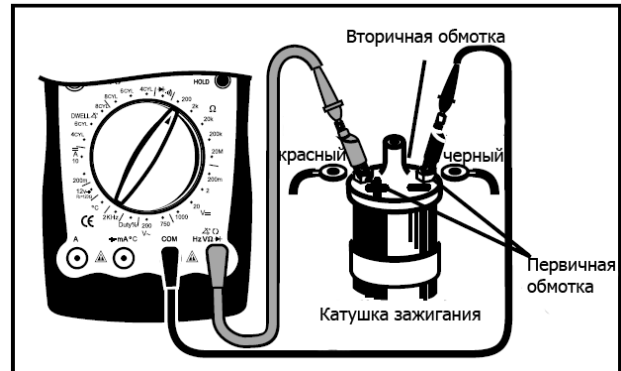

Рис. 13
- (1) Перед выполнением тестирования охладите двигатель и выньте катушку зажигания.
- (2) Установите поворотный переключатель в положение **200Ω**. Подключите красный тестовый щуп в гнездо **Ω**, а черный тестовый щуп в гнездо **COM**. Протестируйте первичную обмотку катушки зажигания.
- (3) Замкните накоротко красный и черный тестовый щуп. На экране отобразится сопротивление не более 0.5Ω. Если значение на экране больше – проверьте целостность тестовых щупов и в случае повреждения замените новыми.
- (4) Подключите красный тестовый щуп к «+» клемме первичной обмотки катушки зажигания, а черный тестовый щуп к «-» клемме первичной обмотки катушки зажигания (см. рис. 13). Обратитесь к автомобильному руководству за детальным описанием местонахождения клемм первичной обмотки катушки зажигания.